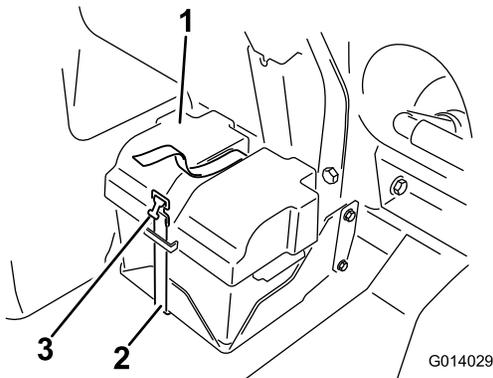

Figura 80
2. Retire la tapa de la batería y desconecte el cable negativo (negro) del borne de la batería (Figura 80).
4. Instale la tapa de la batería y sujétela con la correa que retiró anteriormente (Figura 80).